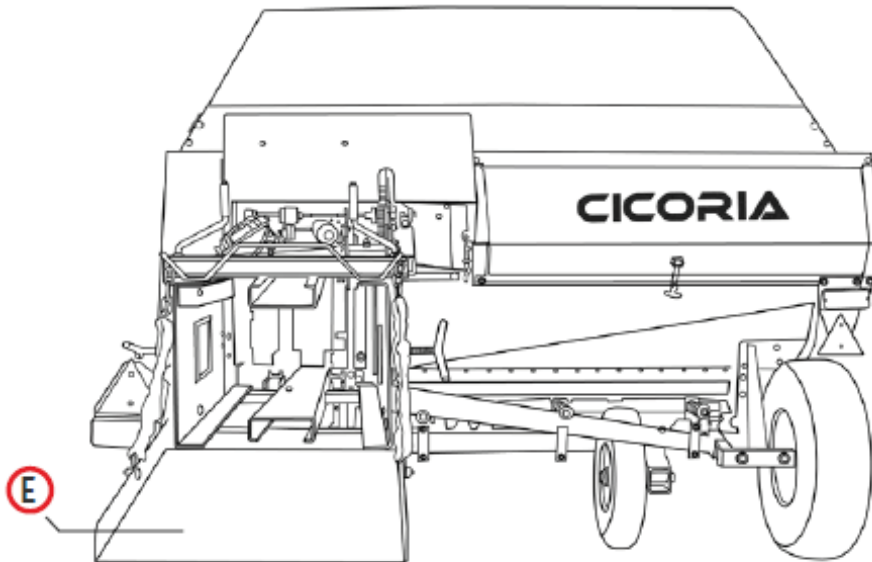

Fig. 4
Cada máquina tiene un expulsor en la parte de atrás (E) (Fig. 4) que ayuda a envolver las pacas que van a ser expulsadas.